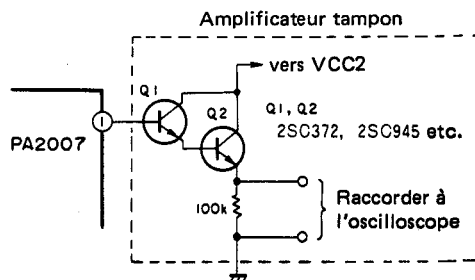

Fig. 11-3 Raccordement de l'amplificateur tampon
4. Raccorder l'amplificateur tampon à la broche ① de ICI PA2007 sur la carte de circuit imprimé du circuit moteur, comme indiqué à la Fig. 11-3, et raccorder la sortie à un oscilloscope.
5. Lorsque la forme d'onde indiquée à la Fig. 11-4 apparaît sur l'oscilloscope, régler le gain de l'oscilloscope de façon à ce que le sommet de l'onde en dent de scie se situe sur la division 5. Ajuster ensuite VR1 (33-1/3 tr/min) pour $a:b = 2,7:2,3$, comme indiqué à la Fig. 11-3. (Faire attention car les parasites s'introduisent facilement.)
7. Raccorder un oscilloscope à la broche ⑦ de PA2007 et vérifier que la fréquence de la forme d'onde soit de 55,5Hz pour 45 tr/min.